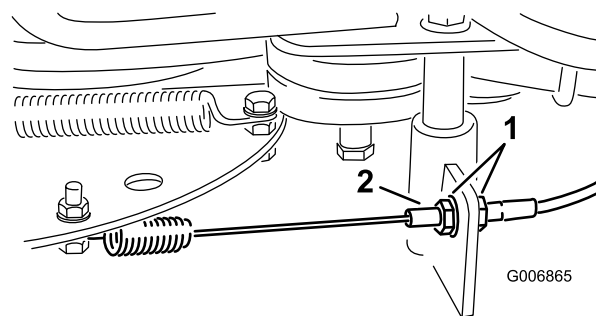

Bild 26
4. Lockern Sie die Muttern des Messerbremszugs, bis sich der Bremszug verschieben lässt (Bild 26).